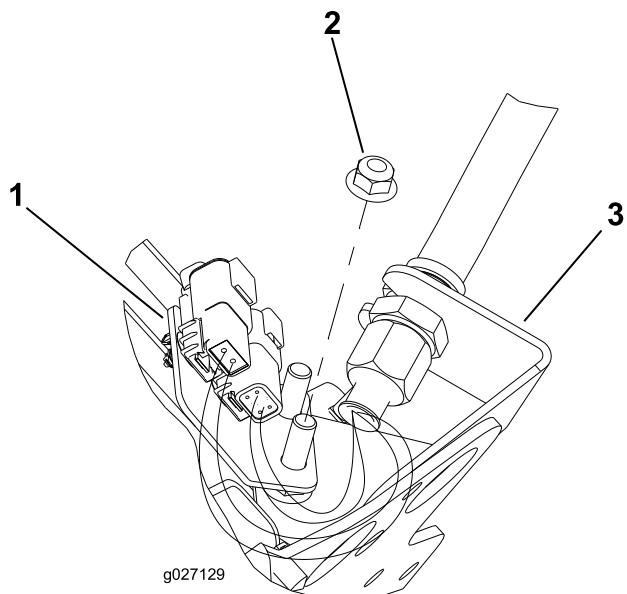
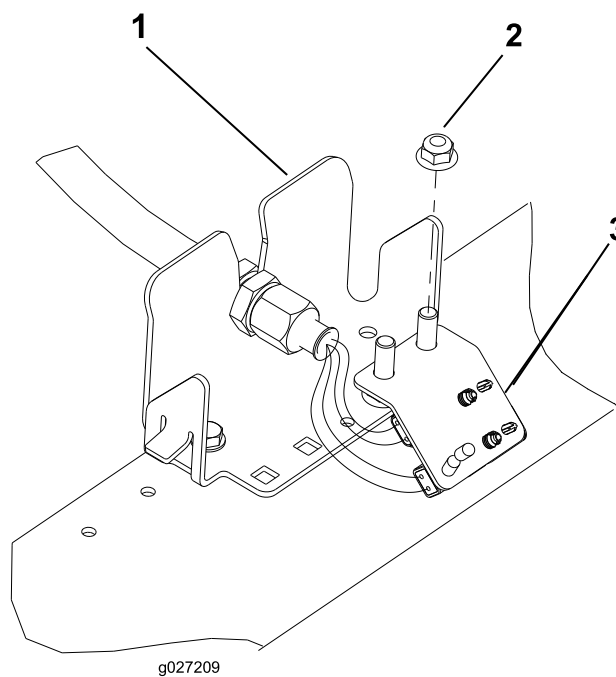

Рисунок 13
Рисунок 16
6. Повторите эти действия в остальных четырех местах перегородки, как показано на Рисунок 13–Рисунок 16.